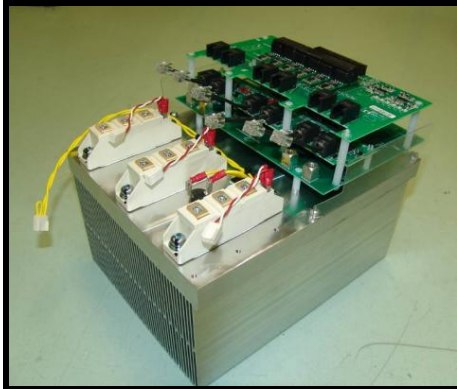

Figura 7.3.31
- 2) Coger los tiristores y la tarjeta inferior gate drive y untarle en su parte inferior la pasta termo conductora (*ver figura 7.3.31*)